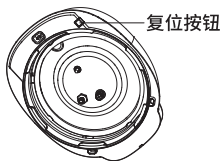
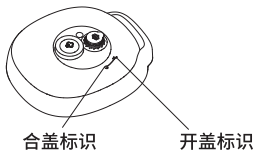
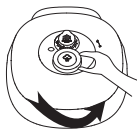

图1
图2
图3
- 用户在开盖使用过程中,上盖出现掉落或误触复位按钮造成上盖把手旋转无法达到“开盖到位标识”处,造成不能合盖,如图1所示,只需要用手手动按压复位按钮到底部,并同时顺时针旋转上盖把手至“开盖到位标识”处(见图2、图3),随即松开复位按钮。
- 用户在开盖使用过程中，上盖出现掉落或误触复位按钮造成上盖把手旋转无法达到“开盖到位标识”处，造成不能合盖，如图1所示，只需要用户手动按住复位按钮按到底部，并同时逆时针旋转上盖把手至“开盖到位标识”处（见图2、图3），随即松开复位按钮。